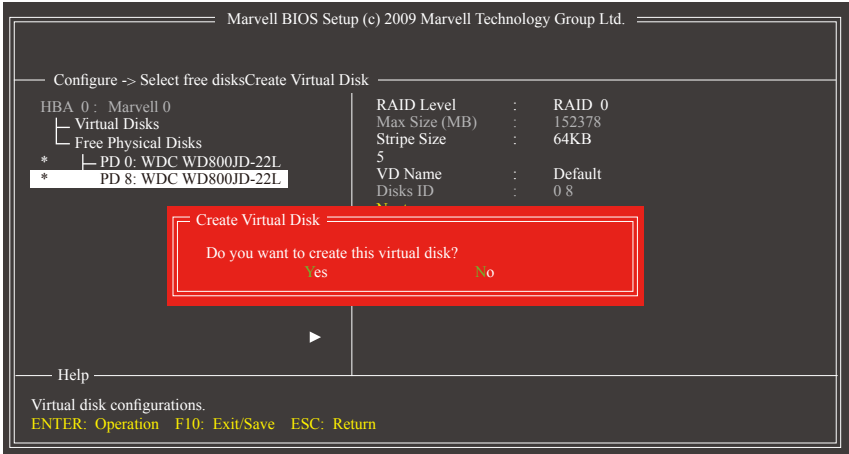

图5
6. Next: 完成以上设置请至「Next」项目，按<Enter>键，确认建立磁盘阵列。当确认信息出现时，确定制作磁盘阵列请按<Y>，取消请按<N> (图5)。